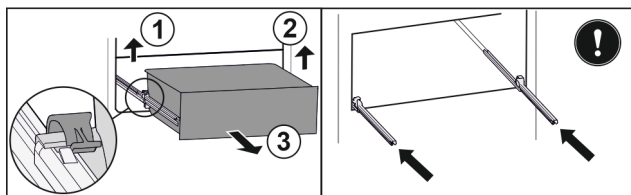

Fig. 56
- ▶ Soulever la bride gauche et tirer dans le même temps la partie gauche du tiroir vers l'avant. Fig. 56 (1)
- ▶ Soulever la bride droite et tirer dans le même temps la partie droite du tiroir vers l'avant. Fig. 56 (2)
- ▶ Retirer le tiroir par l'avant. Fig. 56 (3)